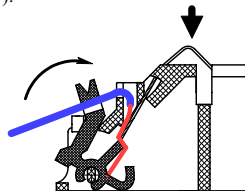

Рисунок 3
- ввести в канал провод и зафиксировать его, поджав кнопку-зажим до упора (рисунок 3);
- проверить надежность соединения для чего необходимо надавить на изгиб контакта, имитируя нажим извещателем (рисунок 3), и потянуть провод на себя;
- завести провод в паз, расположенный на кнопке-зажиме (рисунок 3).